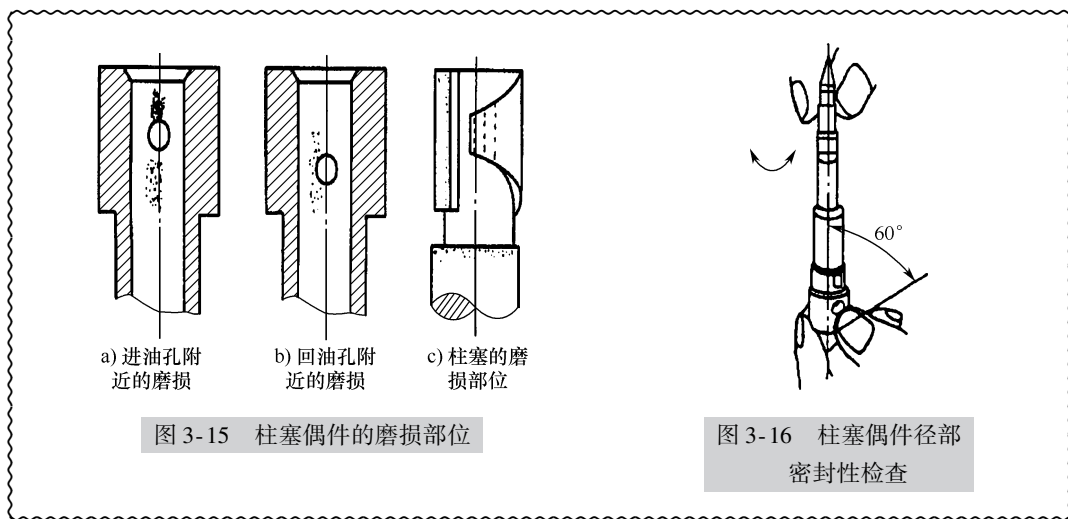
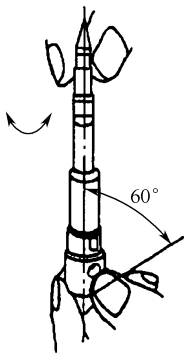

图 3-15 柱塞偶件的磨损部位
图 3-16 柱塞偶件径向密封性检查
2) 柱塞偶件配合工作面如有发暗或严重磨损痕迹，应更换。柱塞和柱塞套的磨损部位如图 3-15 所示。在无专用试验设备的情况下，可按图 3-16 所示方法检查柱塞偶件的径向密封性（即径向部位配合间隙），即将在清洁柴油中清洗后的柱塞偶件的柱塞拉出三分之一，若它能借自重缓慢滑下则属正常；若柱塞急剧下滑，则可判断柱塞偶件配合表面已严重磨损，应予以更换。